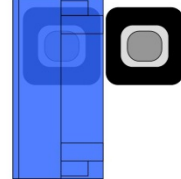

Abbildung 3-48: Lage der Millivolt-Drahtbrücke (links) und Positionen (rechts)
Die Hauptplatine des IND560x verfügt über eine Drahtbrücke W1, die entweder den 2 mV/V- oder 3 mV/V-Betrieb der Anlogschaltkreise auswählt, wenn die Analog-Wägezellenverbindung auf der Hauptplatine aktiviert ist. Diese Drahtbrücke wird nicht verwendet, wenn die IDNet- oder SICSpro-Verbindung auf der Hauptplatine des IND560x aktiviert ist. In Abbildung 3-48 sind die Positionen und Einstellungen der Drahtbrücke dargestellt.
- Wenn die Drahtbrücke W1 für den Betrieb mit 3 mV/V ausgebaut wird, muss sie auf nur einen der Stifte umpositioniert werden (siehe Abbildung 3-48 unten rechts).